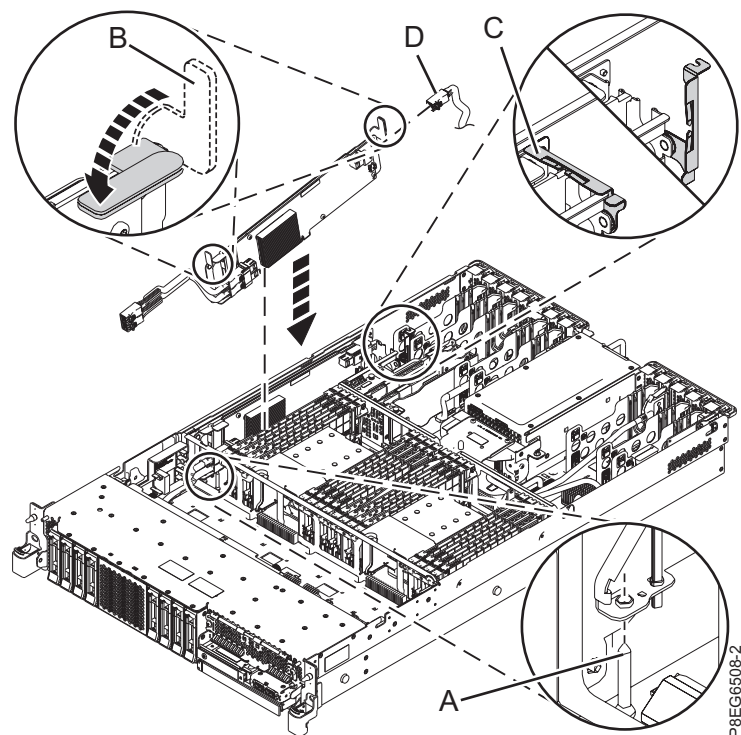

図 4. SAS RAID アダプターの取り替え
2. SAS ケーブルを SAS RAID 内部アダプター上の前面コネクタ・ポートに差し込みます。コネクタの止め金が掛かるまで、コネクタを内部に押します。製造ラベルの付いたケーブルの端がディスク・ドライブ・バックプレーンに接続されます。7 ページの図 4 を参照してください。
4. 背面 SAS ケーブル (D) を SAS RAID アダプターの後部コネクタに再接続します (ケーブルがある場合)。
5. SAS RAID アダプターをここで完全に設置して、このアダプターの取り付けを完了します。アダプターが配置ピン (A) に取り付けられていることを確認します。カードの上部中央の端を押し下げて、システムのバックプレーン・コネクタにしっかりと取り付けます。
6. 青いハンドル (B) を、図 4 に示されている方向に押します。
7. ケーブル保持ブラケット (C) を、図 4 に示されている方向に押します。